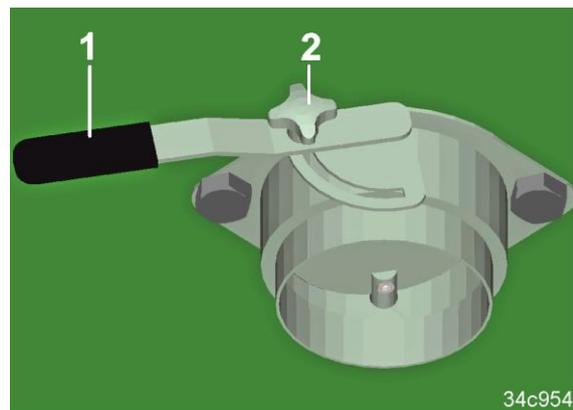

Fig. 410
2. Den Hebel (Fig. 410/1) festhalten und die Rändelschraube (Fig. 410/2) lösen.
6. Den Hebel (Fig. 410/1) mit der Rändelschraube (Fig. 410/2) sichern.